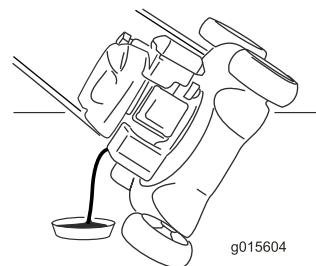

Figura 27
7. Coloque la máquina de lado con la varilla de aceite hacia abajo para drenar el aceite usado a través del tubo de llenado al recipiente (Figura 27).